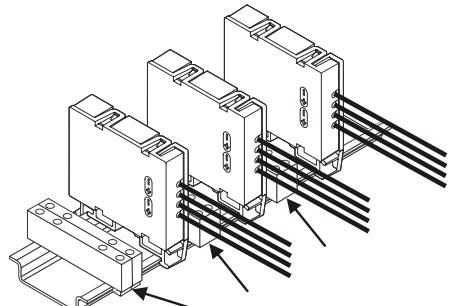

Fig. 3
- with terminals, e.g. terminal block on a top hat rail (Fig. 3)
2. In the same way, fix one terminal block at a time between the line separators (Fig. 3).
- Mittels Klemmen, z. B. Reihenklemmen auf einer Hutschiene (Fig. 3)
2. Befestigen Sie auf gleiche Weise jeweils ein Paar Reihenklemmen zwischen den Linientrennern (Fig. 3).
- au moyen de bornes, par ex. des blocs de jonction sur un profilé (fig. 3)
2. Fixez de la même manière une paire de blocs de jonction entre les isolateurs de ligne (fig. 3).
- por medio de terminales, p. ej. bloques de terminales sobre un carril DIN (Fig. 3)